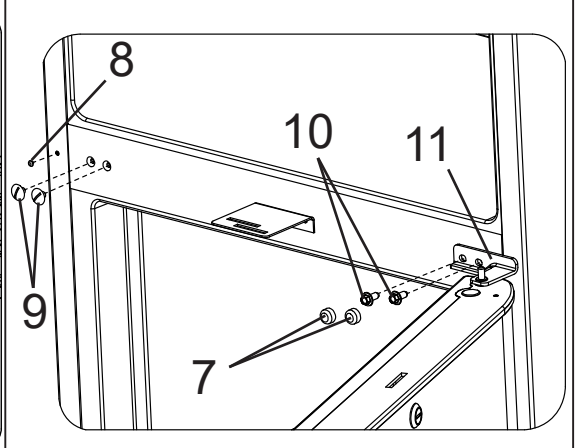

Рисунок 4
4. Шлицевой отверткой снимите колпачки 7, заглушку 8 и выкрутите декоративные заглушки 9 (см. рисунок 4).
5. Торцовым ключом на 10 выкрутите болты 10 среднего кронштейна 11 (см. рисунок 4) и снимите его.